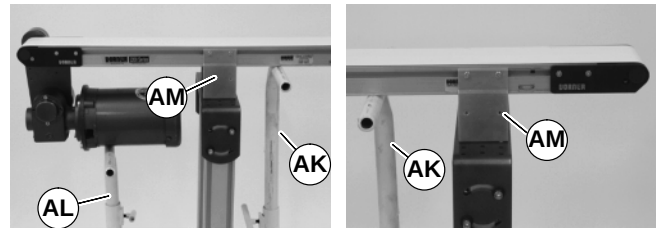
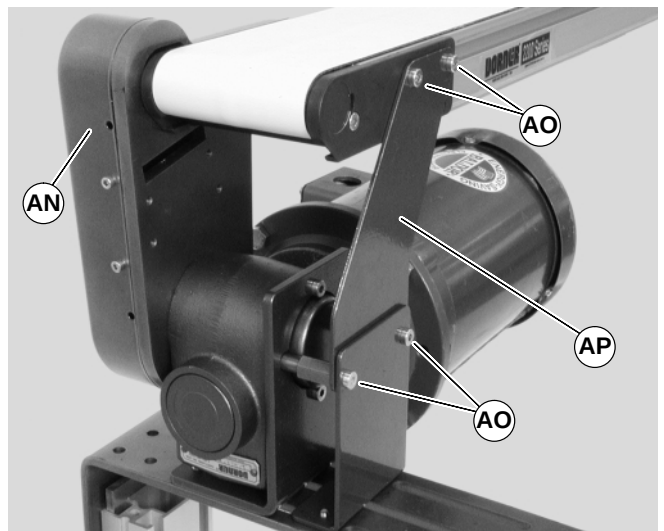

Abbildung 19
Abbildung 20
1. Tragstützen vorübergehend (AK siehe Abbildung 19) an beiden Enden des Förderbandes platzieren. Eine weitere Tragstütze unter dem Antriebsmotor(AL), falls damit ausgerüstet, platzieren. Siehe **WARNHINWEIS**.
2. Die Installationsträger (AM siehe Abbildung 19) von einer Seite des Förderbandes entfernen. (Die Schritte in umgekehrter Reihenfolge wiederholen 3 u. 4, siehe Abschnitt „Installationsträger“ auf Seite 6.) Falls mit Montagesatz für schwere Lasten ausgestattet, die Installationsträger von der Seite gegenüber der Antriebsabdeckung (AN siehe Abbildung 20) entfernen.
4. Stützrollen und Führungen samt Zubehör, falls damit ausgestattet, von der Seite gegenüber der Antriebsabdeckung entfernen (AN siehe Abbildung 20).
5. Falls mit Montagesatz für schwere Lasten ausgestattet, die Antriebsstützträger (AP siehe Abbildung 20) entfernen. Die Trägerschrauben, (AO) dann die Träger entfernen (AP).
1. Sicherstellen, daß Tragstützen vorübergehend (AK siehe Abbildung 19) an beiden Enden des Förderbandes platziert werden. Eine weitere Tragstütze unter dem Antriebsmotor (AL), falls damit ausgerüstet, platzieren. Siehe **WARNHINWEIS**.
5. Falls mit Montagesatz für schwere Lasten ausgestattet, die Antriebsstützträger installieren (AP siehe Abbildung 20).